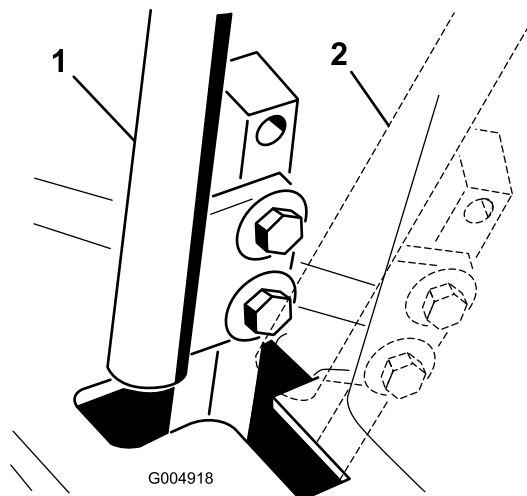

Figure 62
4. Placez un des leviers au point mort, **sans le verrouiller** (Figure 62).
6. Vérifiez la position du levier par rapport au cran de la console (Figure 62). Il doit être centré de façon à pouvoir pivoter vers l'extérieur jusqu'à la position de verrouillage du point mort.